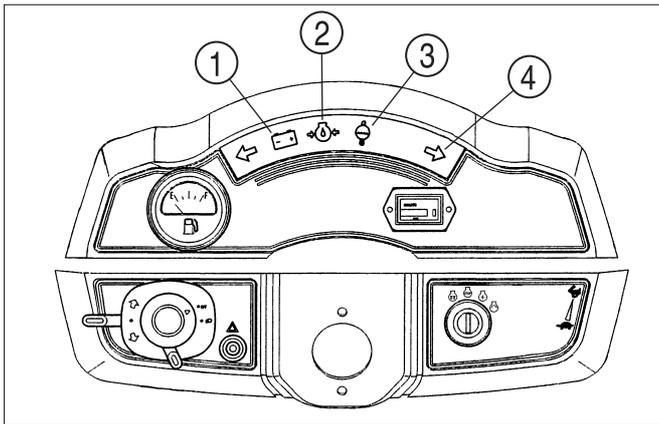

FIG. 12
**FIG. 12 :** Le banc de voyants indicateurs contient plusieurs voyants qui permettent de surveiller certaines fonctions. Les positions actuellement utilisées (de gauche à droite) sont :
**Charge de la batterie ①** – S'allume lorsque l'on met le commutateur principal sur "MARCHE" et s'éteint après démarrage du moteur, pour indiquer que la batterie est en charge.
**Pression d'huile moteur ②** – S'allume si la pression de l'huile moteur est basse. Si le voyant s'allume moteur tournant, coupez immédiatement le moteur et recherchez la cause.
**Température de liquide de refroidissement ③** – S'allume quand le moteur est en surchauffe.
**Voyant de clignotants ④** – Clignote lorsque les clignotants sont actionnés.